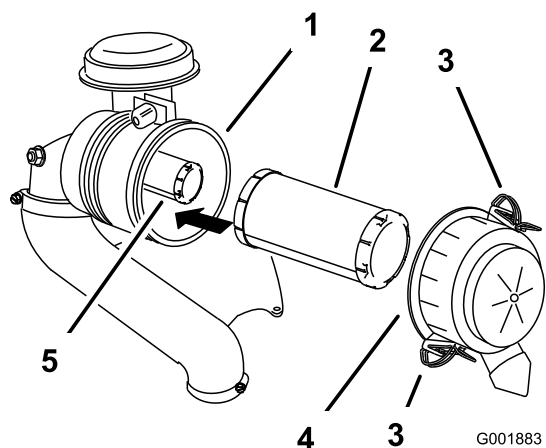

Figura 34
3. Abra los cierres del limpiador de aire y tire de la tapa de la entrada de aire para separarla del cuerpo del limpiador de aire (Figura 34).
5. Extraiga con cuidado el filtro primario de la carcasa del limpiador de aire (Figura 34).
2. Si va a cambiar el filtro interno, deslícelo cuidadosamente en el cuerpo del filtro (Figura 34).
3. Deslice cuidadosamente el filtro primario por encima del filtro de seguridad (Figura 34).
4. Instale la tapa del limpiador de aire y fije los cierres (Figura 34).